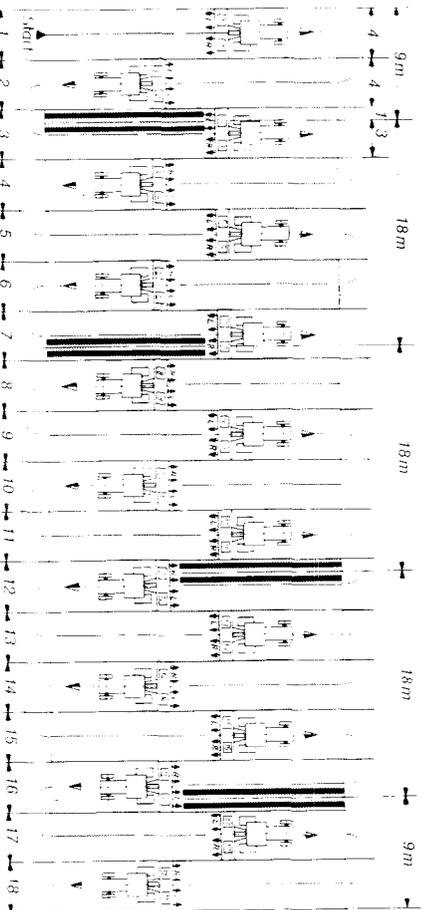

Fig. 74
16.3.1 Esquema (fig. 74) para marcado de rodadas cada 18 m en las sembradoras AMAZONE D8-40 E con dos desconexiones cada 18 pasadas